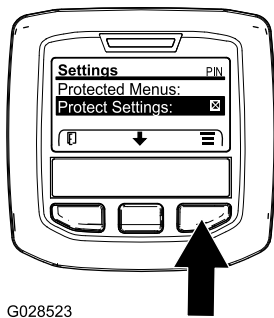

Figura 25
- Desde el MENÚ PRINCIPAL, use el botón central para desplazarse hacia abajo hasta el menú AJUSTES y pulse el botón derecho (Figura 25).